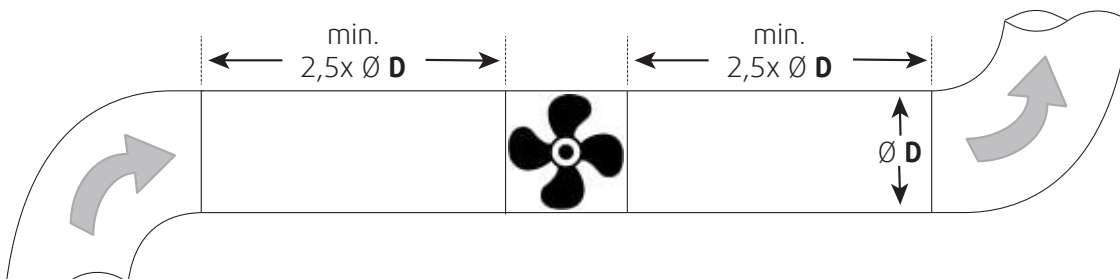

Bild 1: Gerade Kanäle
- ◆ Ein gleichmäßiger und konstanter Luftstrom zum Gerät ist sicherzustellen. Eine freie Fortluft ist sicherzustellen. Siehe Bild 1.